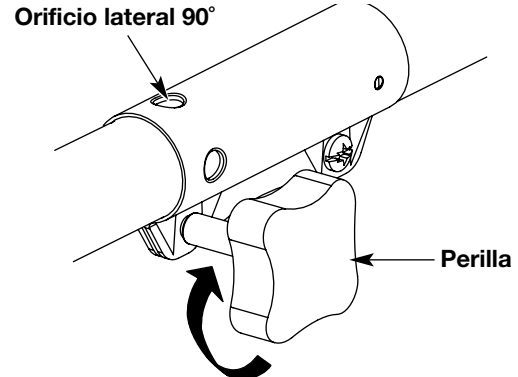

Fig. 24
3. Gire la perilla en sentido horario para ajustarla (Fig. 24).
Para recortar bordes mientras usa el accesorio de corte de cabeza de línea con modelos EZ-Link™, trabe el botón de desconexión en el **orificio lateral de 90°** (Fig. 24).